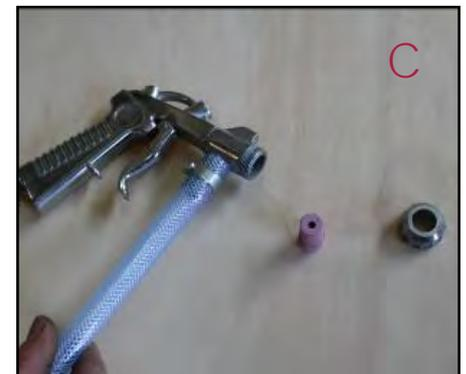

Figura 17 - Smontaggio dell'ugello della pistola sabbiatrice.
- Svitare il dado di bloccaggio (vedere la Figura 17/A).
- **Togliere l'ugello danneggiato o di diametro non adeguato alla lavorazione, sfilandolo dalla pistola (vedere la Figura 17/B).**
- **Pulire l'interno del canale della pistola per rimuovere i residui di sabbia presenti (vedere la Figura 17/C).**